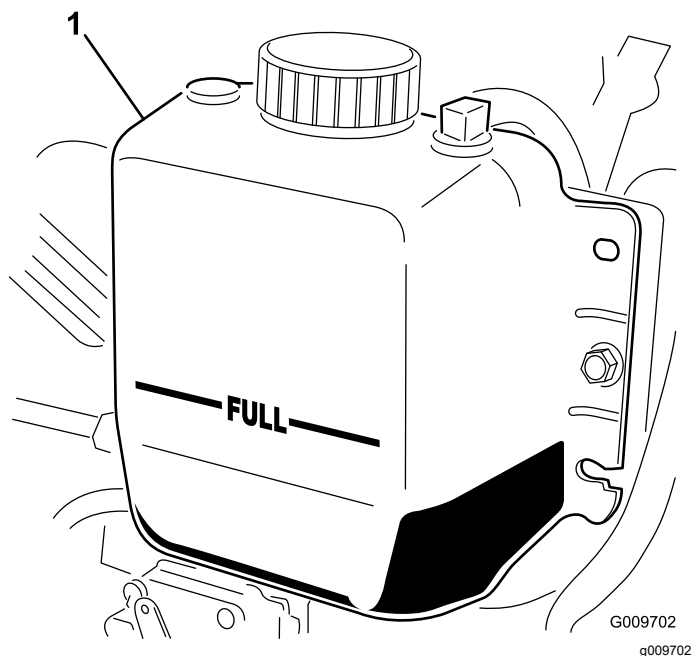

Figura 84
3. Verificați nivelul de lichid de răcire din radiator. Radiotorul trebuie umplut până la partea superioară a buonului de umplere, iar rezervorul de expansiune trebuie umplut până la marcajul COMPLET (Figura 84).